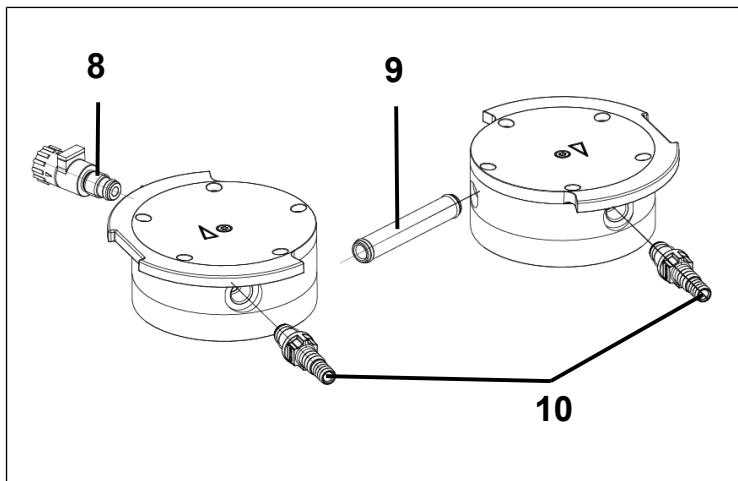

Abb.11: O-Ringe wechseln
1. Schrauben Sie die Schlauchanschlüsse (Abb. 11/10) mit dem mitgelieferten Werkzeug und das Gasballastventil (Abb. 11/8) aus dem Kopfdeckel (3) heraus.
2. Ziehen Sie das Verschaltungsrohr (Abb. 11/9) aus dem Kopfdeckel (3) heraus.
1. Lösen Sie die Schraube (1) nur von einem Pumpenkopf.
2. Nehmen Sie die Druckplatte (2) und Kopfdeckel (3) von Zwischenplatte (5) ab.
3. Nehmen Sie die alte Ventilplatten/Dichtungen (4) ab.
4. Reinigen Sie die Zwischenplatte (5) vorsichtig (falls Ablagerungen vorhanden).
5. Setzen Sie die neuen Ventilplatten/Dichtungen (4) in entsprechende Sitze der Zwischenplatte (5) ein.
7. Entsorgen Sie die ausgewechselte Membrane (6), Ventilplatten/Dichtungen (4) sachgerecht.
8. Stecken Sie das Verschaltungsrohr (Abb. 11/9) in den Kopfdeckel (3).
9. Schrauben Sie das Gasballast (Abb. 11/8) in entsprechenden Kopfdeckel (3) ein, so dass die Fläche nach oben orientiert ausgerichtet ist.
2. Setzen Sie die Zwischenplatte (5) mit Ventilplatten/Dichtungen (4) entsprechend dem Filzstiftstrich auf die Aufnahme.
3. Setzen Sie den Kopfdeckel (3) entsprechend Passstift auf die Zwischenplatte (5).
4. Setzen Sie die Druckplatte (2) entsprechend Filzstiftstrich auf den Kopfdeckel.
6. Ziehen Sie die Schraube (1) in der Mitte der Druckplatte fest (Anziehmoment: 1 Nm).
8. Schrauben Sie die Schlauchanschlüsse (Abb. 11/10) mit mitgeliefertem Werkzeug handfest ein.